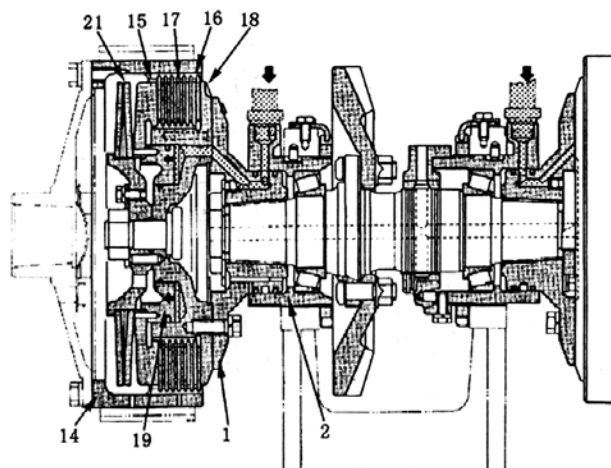

Рис. 5-28.
5.6 Муфта рулевого управления (см. рис. 5-28 ~ 5.29)
При повороте рычага рулевого управления масло из управляющего клапана рулевого управления подается из внутреннего сепаратора внутреннего барабана (18), смещая поршень (19) (см. рис. 5-28) влево и отжимая пружины муфты (21), которые в свою очередь снимают давление с пластин (17) и фрикционных дисков (16), прекращая передачу усилия на внешний барабан (14) и снимая усилие с главной передачи.